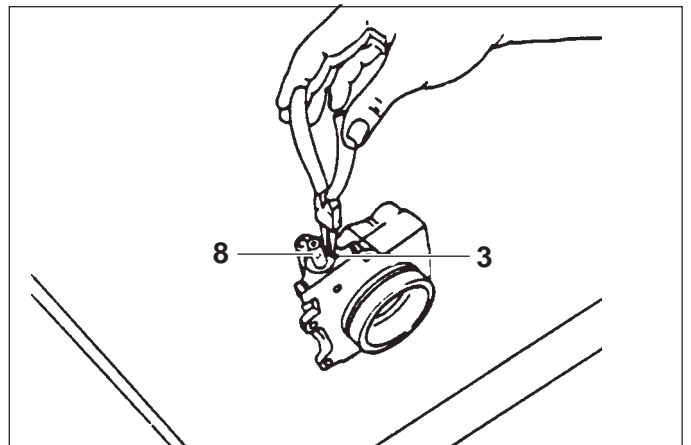
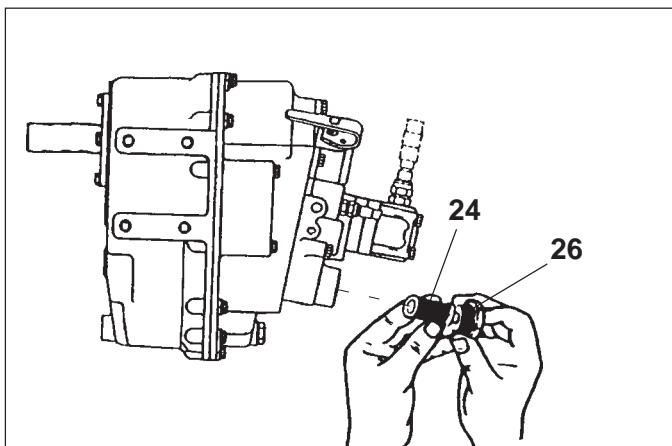

Fig. 8
Fig. 9
- 6) Togliere dalla sede l'anello elastico (3) ed estrarre l'albero distributore (8) e la valvola (9) (Fig. 8).
- 7) Togliere i cuscinetti a rulli (4) e (5) e l'anello OR (6) che in fase di montaggio dovrà essere sostituito.
- 8) Rovesciare il corpo distributore in modo da far fuoriuscire la molla (10) ed lo spessore (34).
- 9) Svitare dal corpo filtro il tappo (26) ed estrarre la cartuccia filtro (24) (che successivamente dovrà essere pulita) assieme alla guarnizione (Fig. 9).
- 10) Togliere dalla semicarcassa il tubo (44), asportare gli anelli OR (23) su di esso montato che in fase di montaggio dovranno essere sostituiti.
- 6) Remove retaining snap ring (3) and drive off selector valve spool (8) and distributor valve (9) (Fig. 8).
- 7) Remove race (5), needle bearing (4) and oil seal ring (6) which must be replaced during re-assembly.
- 8) Turn the distributor mounting upside down so that the spring (10) and the shim (34) fall out.
- 9) Unscrew the tap (26) from the filter casing and extract the filter screen (24) (which must also be cleaned) with sealing washer (Fig. 9).
- 10) Remove oil suction pipe (44) from housing, replace then the oil seal rings (23) from gearbox housing, replace then with new ones during re-assembly operation.